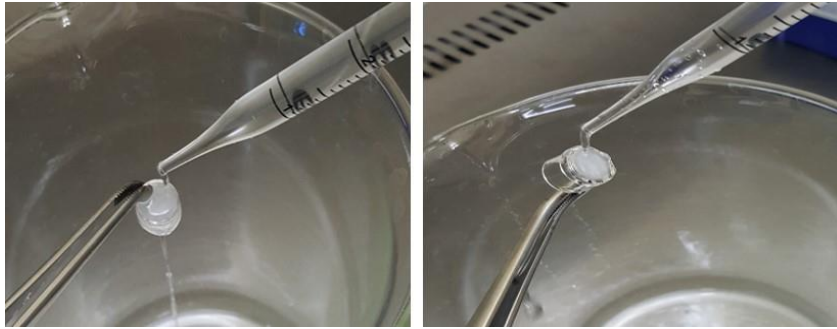

Figure 8. 액체 시험물질 세척과정 (4차)
- 4) 포셉으로 조직을 잡고 pipette aid로 DPBS 10 ml을 취한다. 조직의 내·외부가 번갈아 가며 노출되도록 조직을 앞뒤로 돌려주면서 DPBS를 처리하고, 내·외부의 잔여 물질이 모두 제거되도록 세척한다 (Fig. 8).
- 3) 포셉으로 조직을 잡고 pipette aid로 DPBS 10 mL를 취한다. 조직의 내·외부가 번갈아가며 노출되도록 조직을 앞뒤로 돌려주면서 DPBS를 처리하고, 내·외부의 잔여 물질이 모두 제거되도록 세척한다 (Fig. 8).
- 5) 포셉으로 조직을 잡고 pipette aid로 DPBS 10 mL를 취한다. 조직의 내·외부가 번갈아가며 노출되도록 조직을 앞뒤로 돌려주면서 DPBS를 처리하고, 내·외부의 잔여 물질이 모두 제거되도록 세척한다 (Fig. 8).